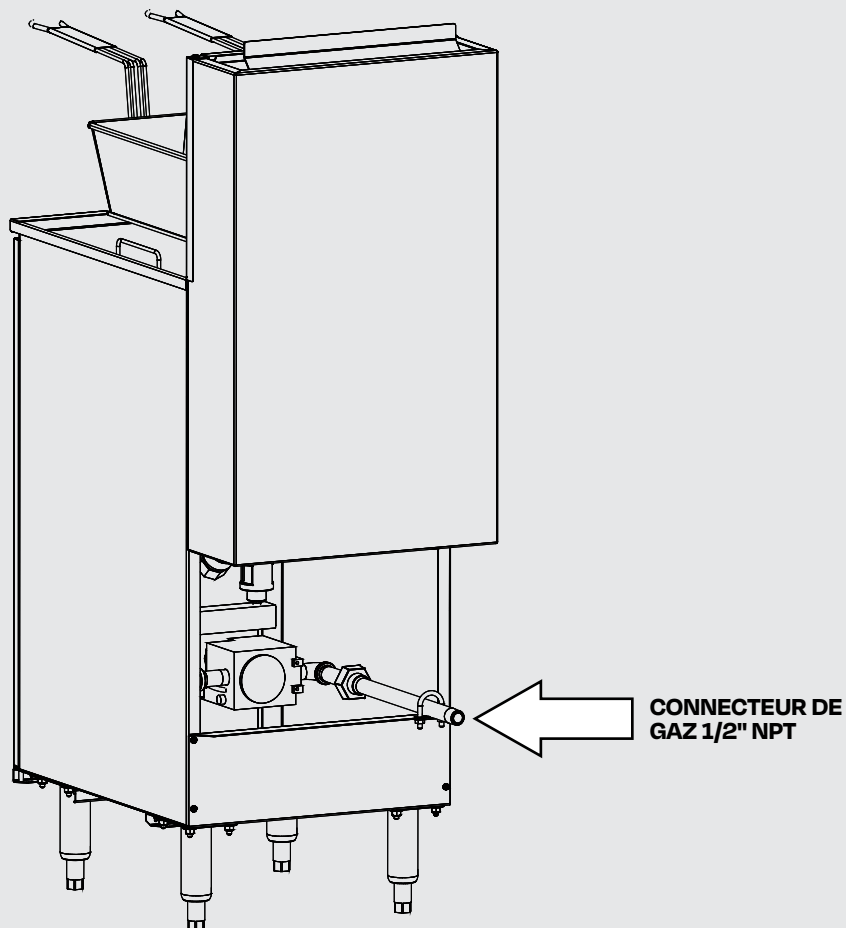

Figure 3
Le connecteur pour gaz de 1/2" NPT est situé à l'arrière de la friteuse. **(Figure 3)**
2. Fermer tous les autres appareils et prendre une seconde lecture de pression. Si la pression varie de plus de 1" W.C., installer un régulateur de pression (non inclus) entre le système d'alimentation de gaz et l'appareil. **(Figure 3)**